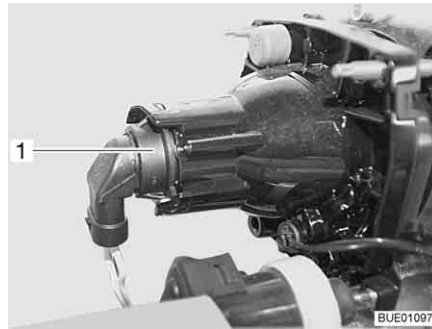

Fig. 285 Luz de cruce/luz larga/luz de estacionamiento
- Meter la mano detrás del portalámparas (Fig. 285,1).